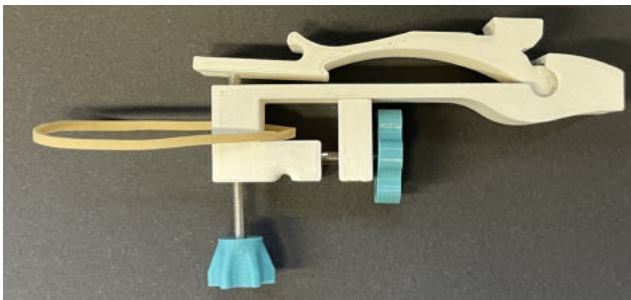

Abb. 19: Die längere Schraube wird am Rumpf befestigt.
- (3) Drehe die zweite Schraube in das verbliebene Gewinde (Abbildung 19).